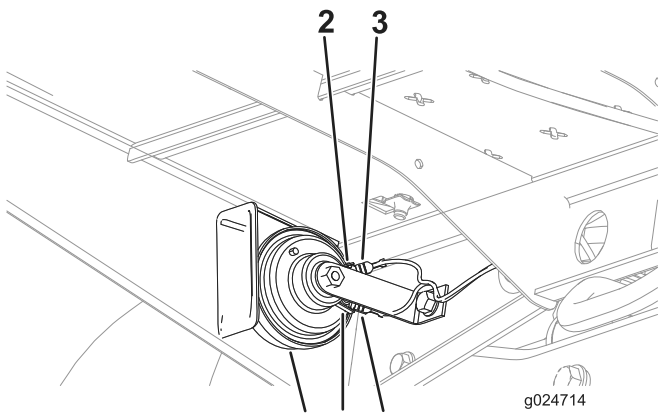

Figura 10
4. Ligue a cablagem com dois terminais aos dois terminais na buzina (Figura 10).